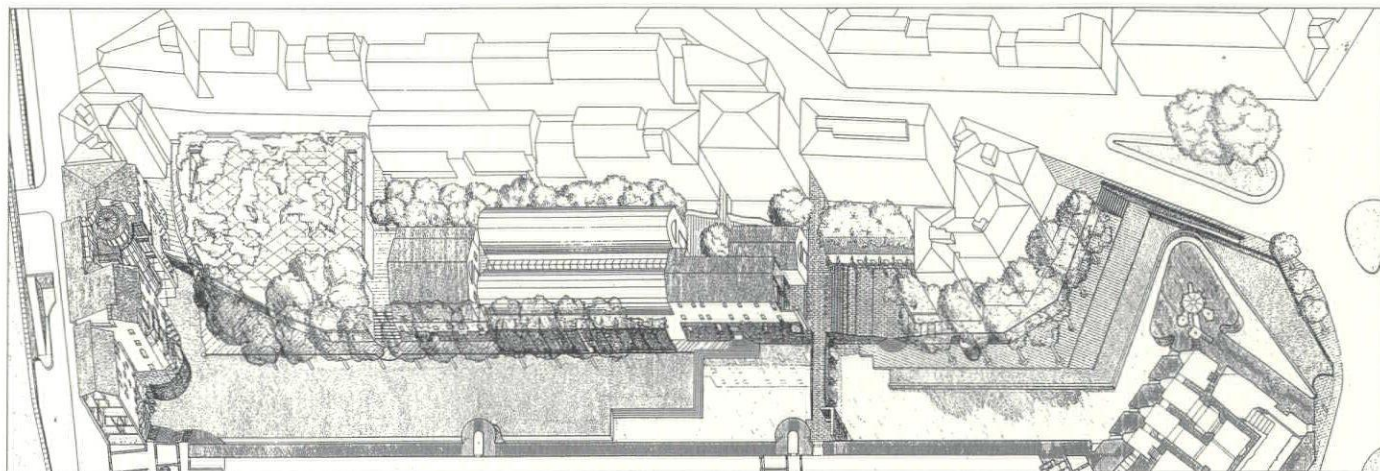

図5 中世市壁沿いの復興計画(東側のフォルテツァ・デル・サンガッロ周辺)
4)では初めにふれたアルセナーレ・メディチェオやグェルフィの塔などの重要な建造物と現代の機能と動線をからめた総合的な提案がなされた。また東側市壁沿いでは、アルノ川南岸に16世紀初頭、フィレンツェがアントニオ・ダ・サンガッロに再建させた要塞フォルテツァ・デル・サンガッロの再生も含まれている(図5)。この市壁沿いの総合的な復興計画は部分的に実践され、今なお進行中である。